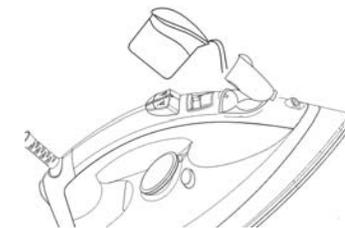

Fig. 2
1. Abra la tapa del tanque de agua. (Fig. 2)
5. Mueva la palanca de control variable de vapor hacia el símbolo “” (vapor) para aumentar la cantidad de vapor. (Fig. 2) Al usar más vapor, la plancha usa más agua y podría ser necesario rellenarla más seguido.